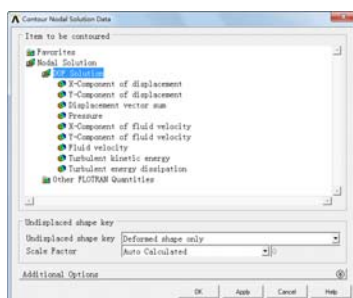

图 9-39 “Contour Nodal Solution Data”对话框
① 读入计算结果：依次选择 Main Menu→General PostProc→Read Results→Last Set，读取最后一次迭代的计算结果。
② 依次选择 Main Menu→General PostProc→Plot Results→Contour Plot→Nodal Solution，会弹出“Contour Nodal Solution Data”对话框，如图 9-39 所示。